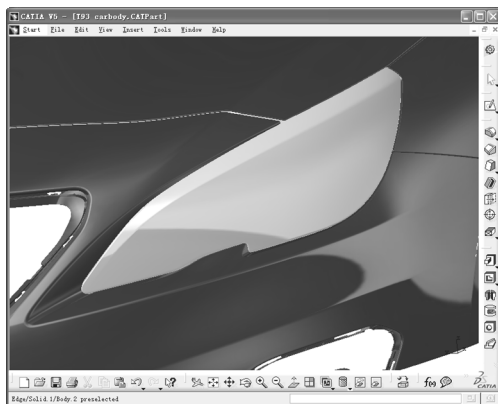

图 1-63
- : 带材料着色 (Shading with Material), 使模型的表面显示特别的纹理, 看起来就像某种材料一样的质地。如图 1-63 所示的保险杠就是加了工程塑料纹理的效果。另外, 许多分析工具也只有在这种显示方式下才能看到效果, 如切矢连续性的分析和拔模分析。